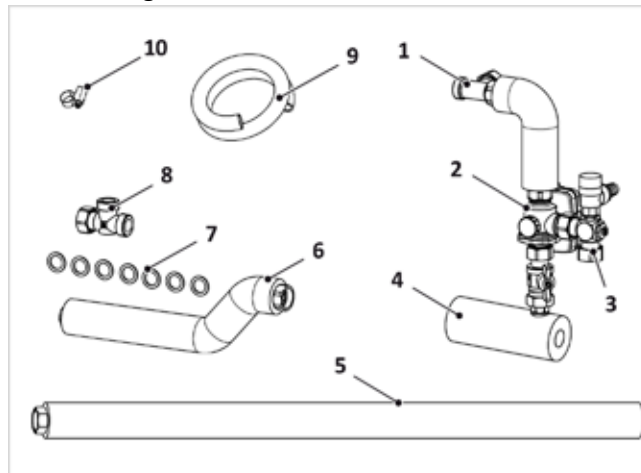
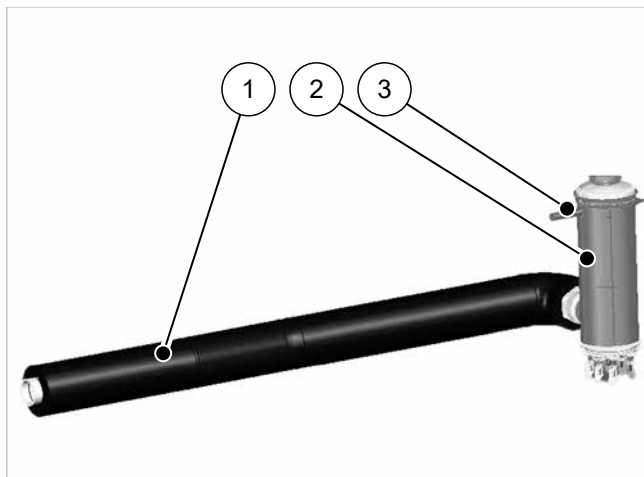

Abb. 2: Montagepack LM WP 3-W Ventil
Abb. 7: Heizpatrone mit WP-Vorlaufrohr
Zur Identifizierung der Teile siehe auch → Abb. 2, S. 7.
Bei der Kombination des SolvisMax Solo mit SolvisLea Eco ist im Lademodul WP-SL-VSG zusätzlich die mitgelieferte Heizpatrone (HPT) in den Wärmepumpen-Vorlauf zu integrieren. Dieser „Montagepack LM WP-SL HPT“ (→ Abb. 7) ersetzt hier das „Anschlussrohr WP-VL“, vgl. → Abb. 2 (5).